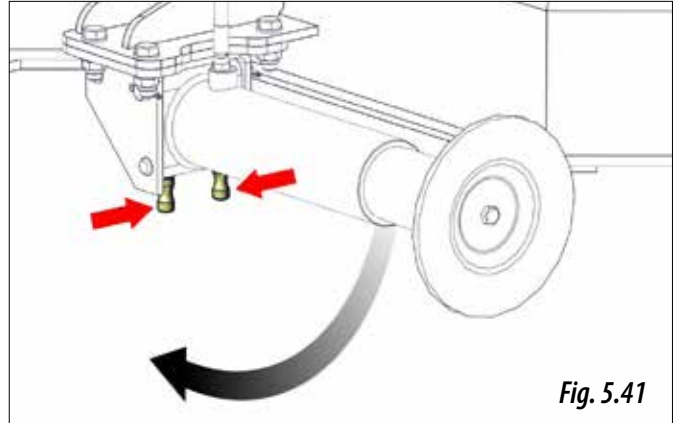

Fig. 5.41
- 1- Țineți piciorul de susținere cu o mână și folosiți cealaltă mână pentru a acționa elementele de siguranță și a-l de-bloca (Fig. 5.41).